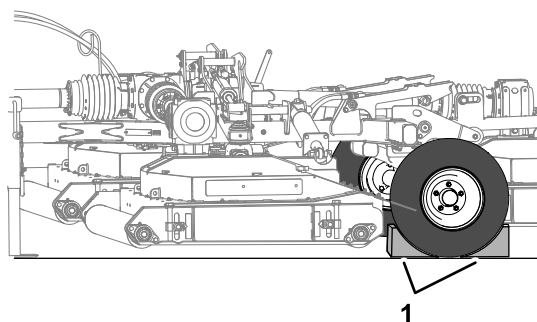

Figura 18
- Calce ambos os pneus do cortador (Figura 18).